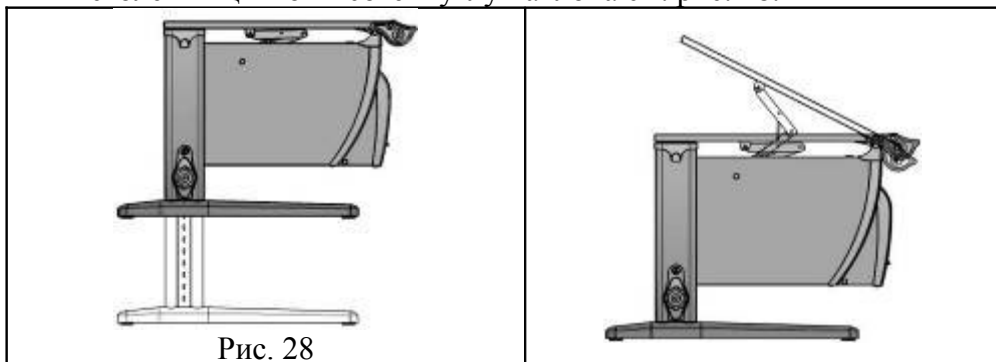

Рис. 28
6.2. Для удобства эксплуатации потребителями различных возрастных групп стол имеет возможность ступенчатой регулировки столешницы по высоте и углу наклона см. рис. 28.